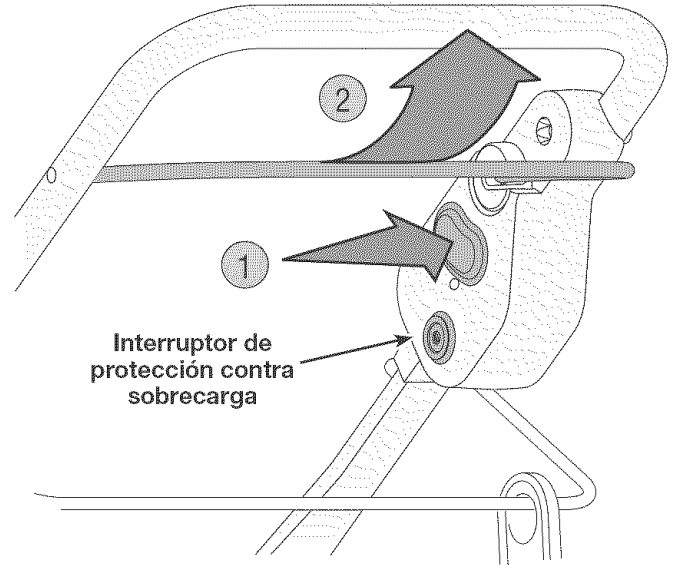

Fig. 6
4. Oprima el botón arrancador (rojo) y manténgalo oprimido (Fig. 6). **NOTA:** Al arrancar el motor de la cultivadora también se inicia la acción de cultivar.
5. Mientras mantiene oprimido el botón arrancador, haga pivotar el gancho hacia arriba contra la manija (Fig. 6) para arrancar el motor y engranar los dientes.
2. Oprima el interruptor de protección contra sobrecarga para restablecer (Fig. 6).